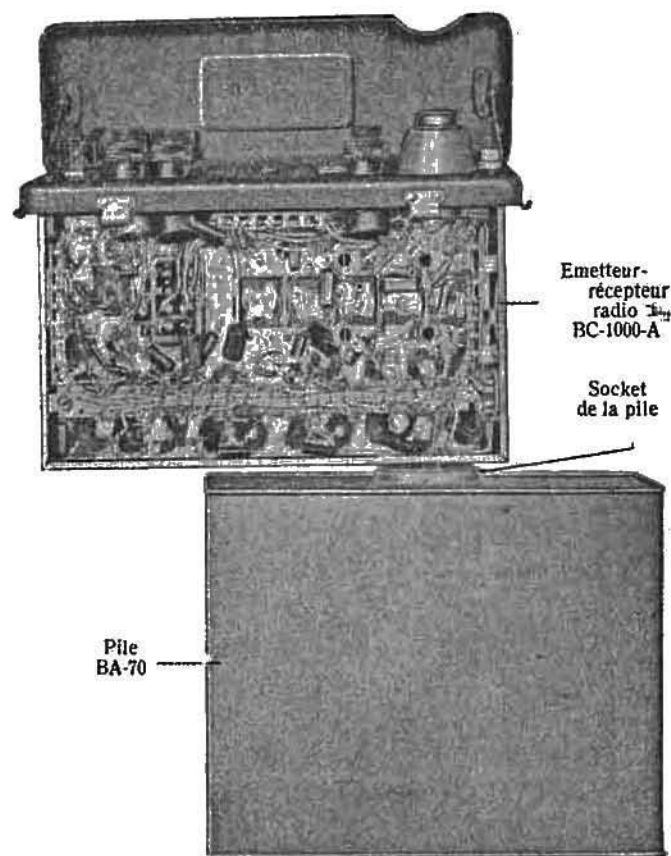

Fig. 17. — Méthode d'alimentation pour les tests.
2. Pour alimenter le poste pendant les essais, quand il est sorti de son compartiment, enfoncer directement le châssis dans le socket porté par la pile, comme indiqué à la figure 17.
- a) Connecter au poste une nouvelle pile « BA-70 ». Le châssis peut se brancher directement sur la pile « BA-70 », comme le montre la figure 17.